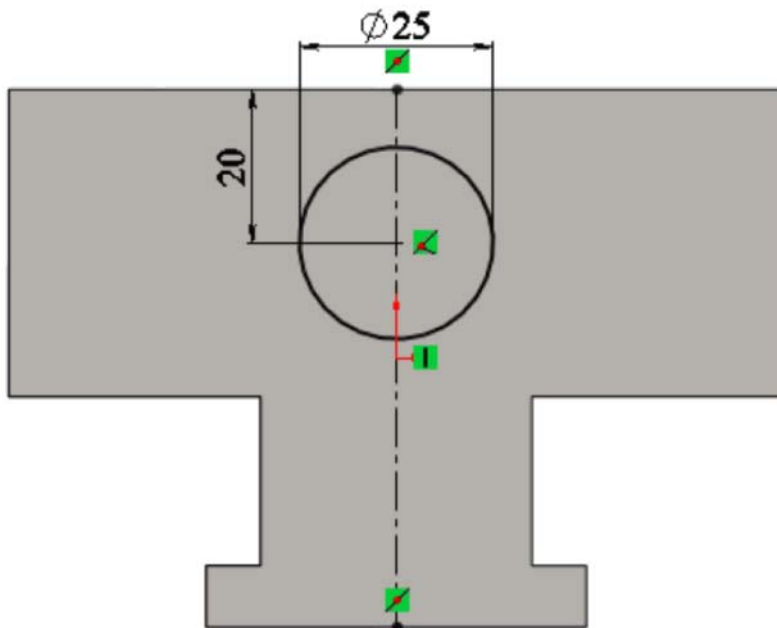

Рис. 2.9. Эскиз
3. Нарисуйте эскиз, показанный на рис.2.9;